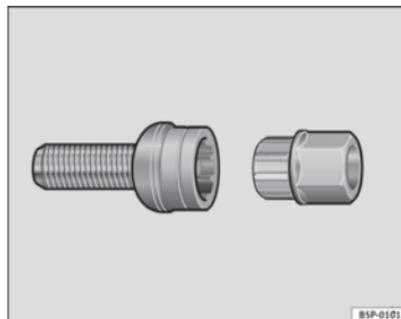

Fig. 136 Tornillo antirrobo de la rueda
- Coloque el adaptador hasta el tope en el tornillo antirrobo de la rueda ⇒ fig. 136.